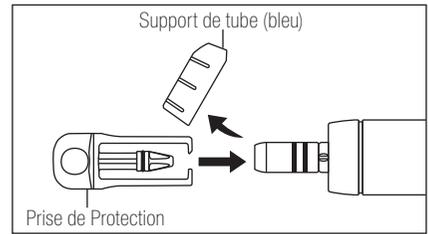

Fig.22
- 1) Retirez le support de tube (bleu) du moteur. Installez ensuite le prise de protection sur le moteur. (Fig.22)